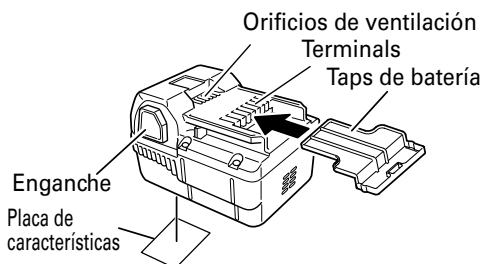

Fig. 1
- **Instale la batería en la herramienta para jardín hasta que se oculten los orificios de ventilación que se muestran en la Fig. 1 para evitar cortacircuitos.**